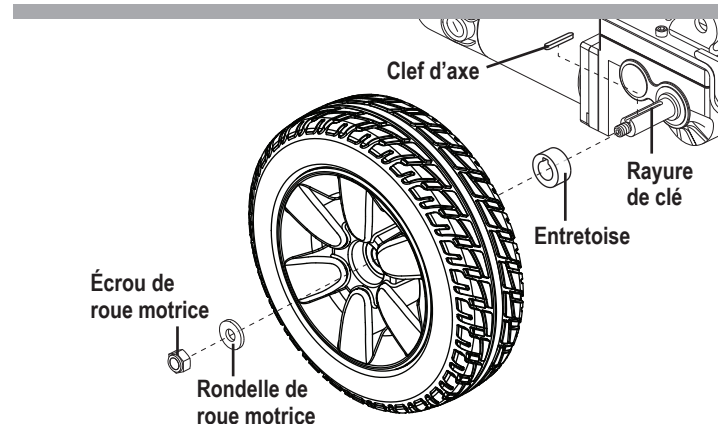

Figure 24. Roue de traction à âme pleine enlèvement
6. Si vous changez un pneu, retirez le entretoise âme pleine. Voir la figure 24.